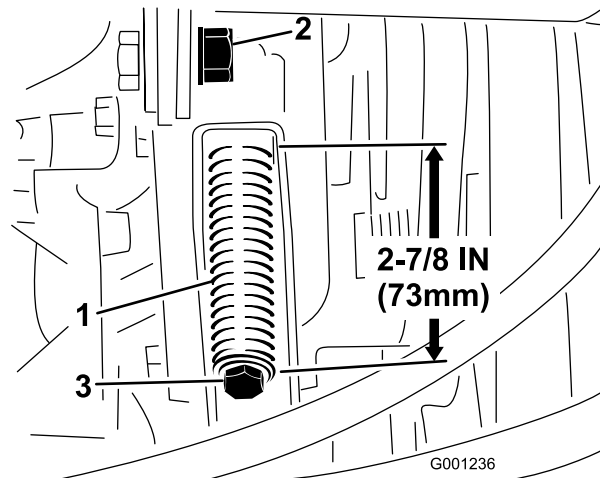

Figura 65
3. Allentate il controdado dell'asta tendicinghia (Figura 65).
4. Stringete o allentate la molla tendicinghia (Figura 65) utilizzando una chiave da 1/2 poll. (13 mm). Regolate la lunghezza della molla a 73 mm.
4. Allentate completamente la molla tendicinghia (Figura 65) utilizzando una chiave da 1/2 poll. (13 mm).
6. Montate la nuova cinghia della PDF e tendete la molla della puleggia a 73 mm (Figura 65).
7. Serrate il controdado (Figura 65) e chiudete il cofano.